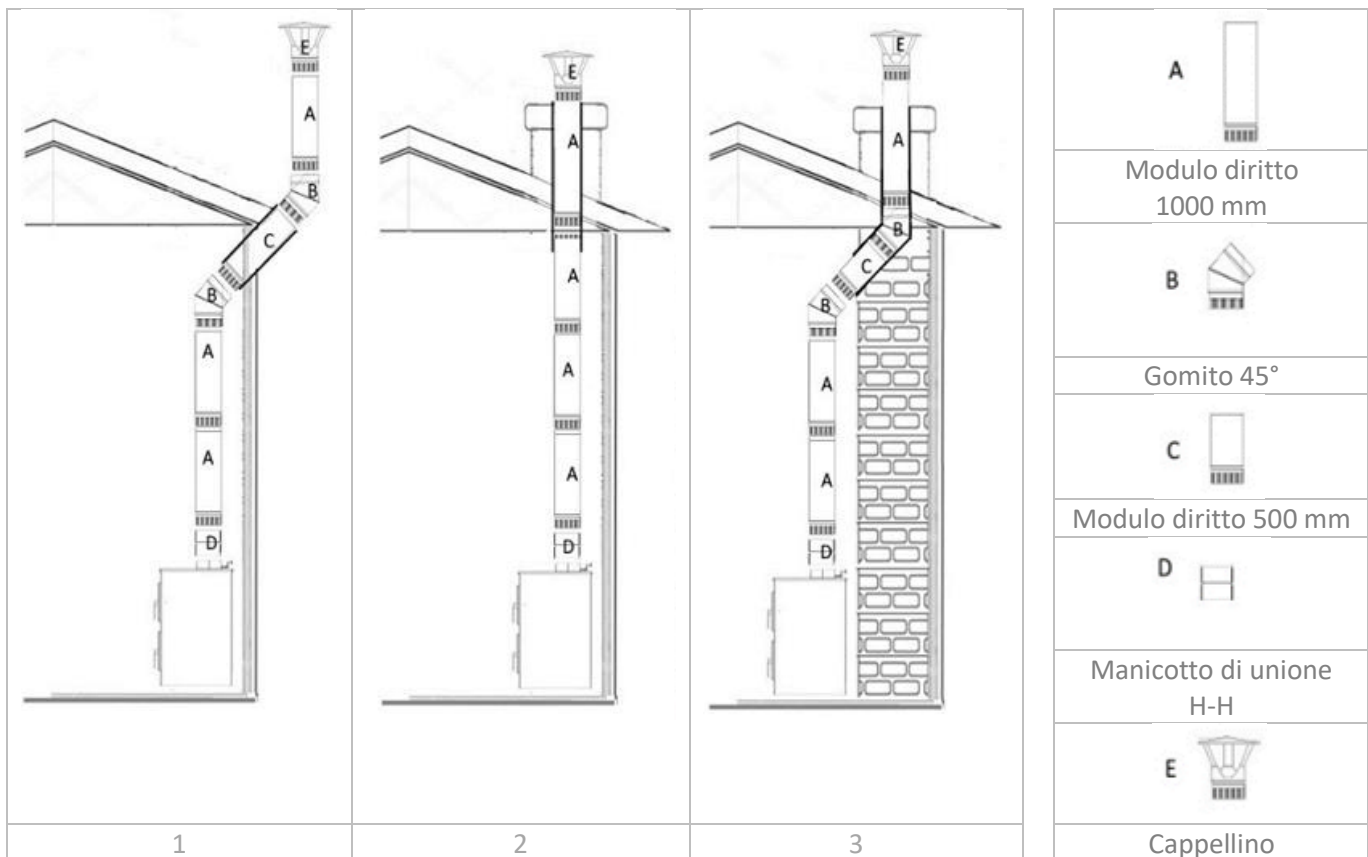

Figura 2
- 3. SEZIONE VERTICALE (A).** La lunghezza totale del tubo verticale necessario per raggiungere il tetto in caso di tiraggio naturale (depressione dei fumi) può variare da un'installazione all'altra, a seconda di diversi fattori, ma generalmente varia da circa 4 m a 6 m. Tuttavia, le prestazioni ottimali sono garantite con una depressione minima di circa  $\pm 15$  Pa (pascal).
- 4. CURVE (B).** Se sono necessarie curve (vedere disegni 1 e 2 nella Figura 2), i condotti saranno collegati tramite gomiti. Questi possono avere un'inclinazione massima di  $45^\circ$  e non devono essere ristretti. È inoltre necessario considerare quanto segue:
- 5. SEZIONE ORIZZONTALE (C).** Il condotto di collegamento o il tratto orizzontale del camino devono essere progettati con la lunghezza minima possibile, evitando il più possibile cambi di direzione e di sezione. A tal fine, è necessario tenere conto di quanto segue:
- 6. MANICOTTO DI RACCORDO (D).** Per il corretto collegamento del condotto verticale con il collare di uscita fumi m (maschio) della cucina, è necessario un raccordo h/h (femmina/femmina) in modo che l'estremità m (maschio del condotto verticale) sia rivolta verso il basso.